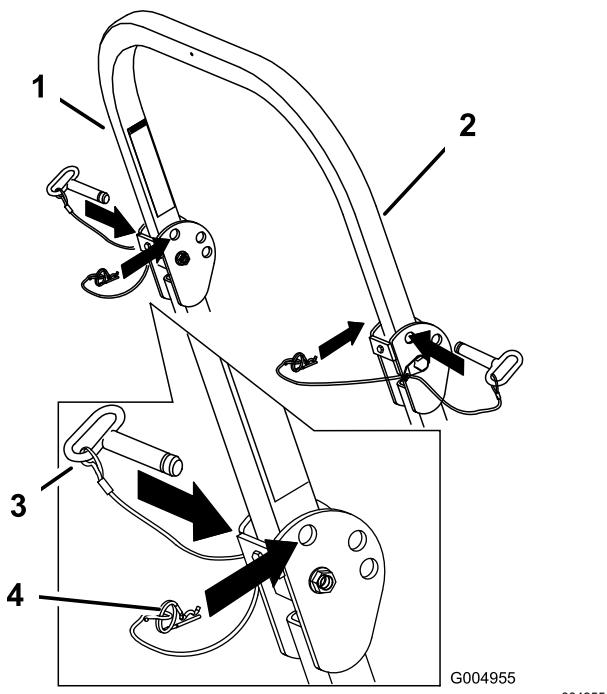

Figure 9
1. Retire las chavetas y retire los dos pasadores (Figure 9).
3. Instale los dos pasadores y sujetelos con las chavetas (Figure 9).
2. Eleve la barra antivuelco a la posición vertical, instale los dos pasadores y sujetelos con las chavetas (Figure 9).